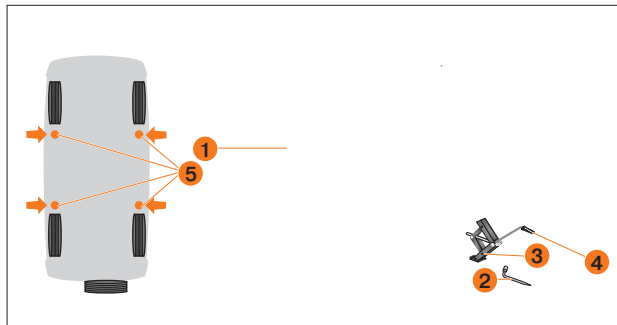

Рис. 80. Подъем автомобиля при замене колёс
2. Достаньте, отсоединив ремень крепления, домкрат **3** (рис. 80) и колёсный ключ **2**, которые расположены в багажнике с правой стороны.